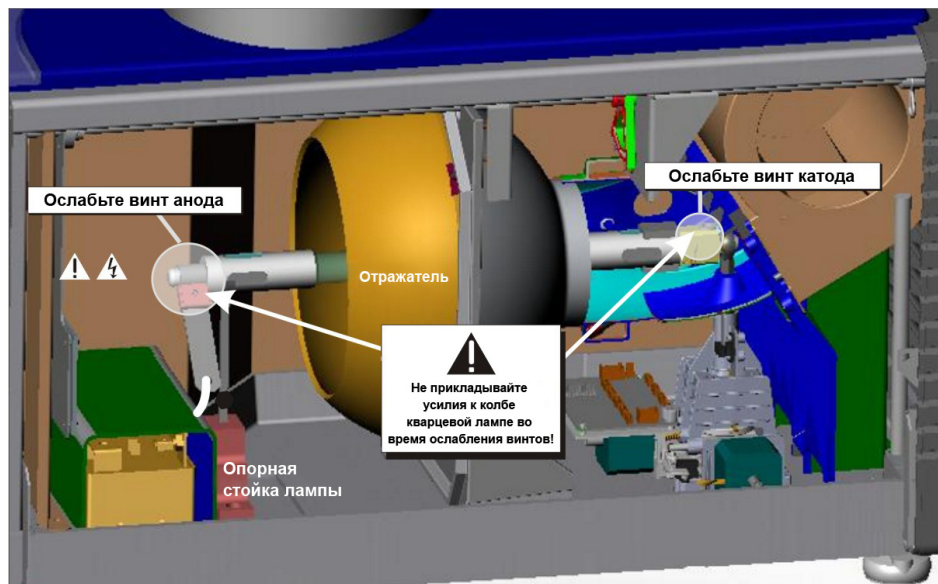

Figure 4-1Извлеките старую лампу
- b. Ослабьте винты на отрицательном и положительном разъемах лампы. Старайтесь прикладывать минимальный крутящий момент и НЕ НАЖИМАЙТЕ на кварцевую колбу лампы. (Figure 4-1).